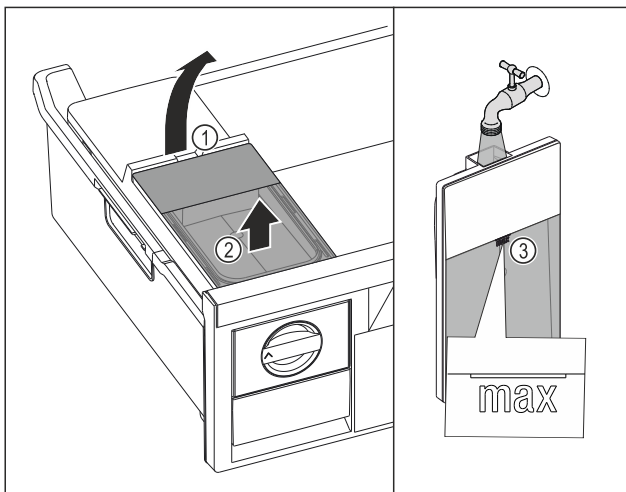

Fig. 100
- Soulever le réservoir d'eau par l'encoche Fig. 100 (1).
- Retirer le réservoir d'eau par le haut. Fig. 100 (2)
- Remplir le réservoir d'eau potable jusqu'au repère Fig. 100 (3).